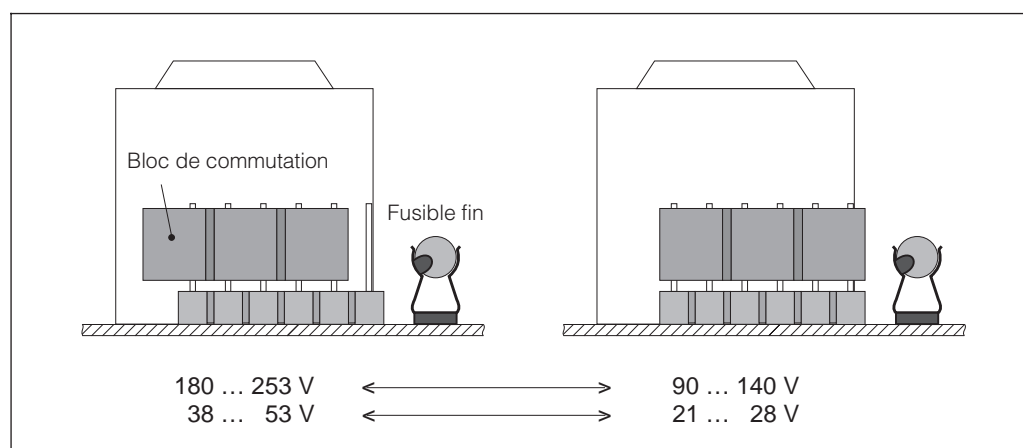

Fig. 18
Voir fig. 18
- Retirer le bloc vert du connecteur 6 broches et enfoncez dans le connecteur selon fig. 18 jusqu'en butée.